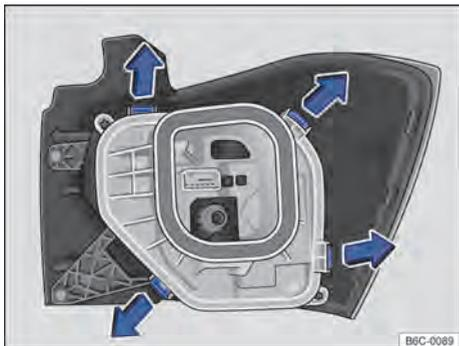

Fig. 170 Lanterna traseira: desinstalar o suporte das lâmpadas
- 9 Para destravar o suporte das lâmpadas, pressionar cada lingueta de travamento → Fig. 170 no sentido das setas.
- 15 Instalar o suporte das lâmpadas na lanterna traseira. As linguetas de travamento → Fig. 170 devem encaixar de forma audível.